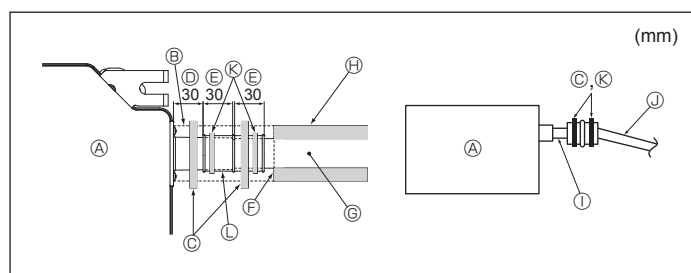

Fig. 6-2
- ③ PVC BUIS met buitendiameter van  $\varnothing 32$
- ④ Maak de bocht zo groot mogelijk
- ⑤ Binnenunit
- ⑥ Gebruik dickere leidingen voor gegroepeerd leidingwerk.
- ⑦ Naar beneden lopend verval (1/100 of meer)
- ⑧ PVC BUIS met buitendiameter van  $\varnothing 38$  voor gegroepeerd leidingwerk. (met ten minste 9 mm isolatie erop)
- ⑨ Maximaal 850 mm
1. Sluit de aftapbus (meegeleverd met de unit) aan op de afvoeropening. (Fig. 6-2) (Bevestig de bus met behulp van PVC-plakband en zet deze stevig vast met behulp van een band.)